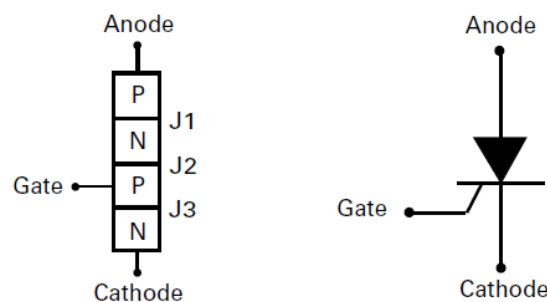

Figura 1: esquema de un SCR y símbolo
El S. C. R. está constituido por cuatro capas de silicio dopadas alternativamente con impurezas del tipo **P** y del tipo **N**, como se indica en la figura 1, estando su símbolo representado en la misma figura. La región terminal **P** es el ánodo (A) y la otra región terminal **N** el cátodo (K). La compuerta (G) se sitúa en la zona **P**. Las situaciones o estados en los que se puede encontrar el S. C. R. vienen determinados por la polarización a la que esté sometido y, como su nombre indica (controlado), mediante una señal exterior se le puede cambiar de uno a otro. Con polarización inversa (A negativo respecto a K) las uniones J1 y J3 quedan polarizadas inversamente, la corriente a través del dispositivo será debida a portadores minoritarios, siendo muy pequeña y pudiéndose considerar casi nula para cualquier valor de la tensión de polarización menor que la máxima inversa aplicable V_{BR} , a la que se produce la ruptura por avalancha, con posibilidad de destrucción del componente. El S. C. R. se comporta como un circuito abierto y se dice que está en estado de bloqueo inverso.